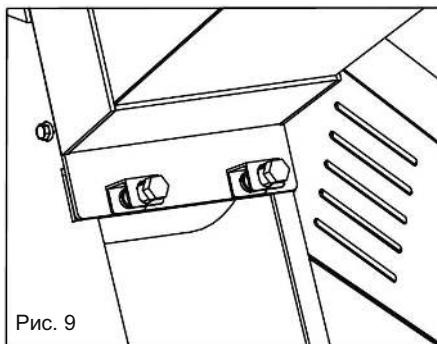

Рис. 9
- Проверьте нижнюю сторону бункера (4): два отверстия должны быть совмещены с отверстиями в раме. (рис. 9).